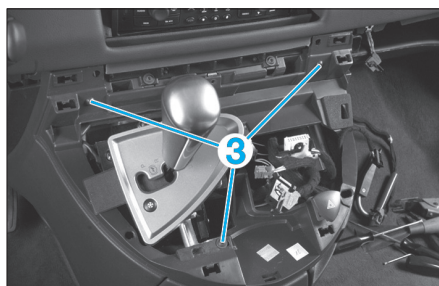

Fig. 5
- Déposer les vis de fixation supérieures (3) de la console centrale (Fig.5).